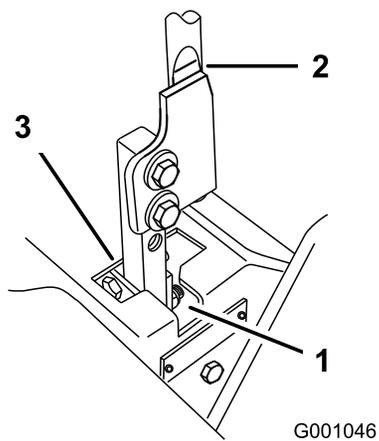

Bild 93
5. Schieben Sie den Hebel in die Neutral-Stellung (nicht arretiert) (Bild 93).
6. Ziehen Sie den Hebel zurück, bis der Lastösenbolzen (am Arm unter der Gelenkwelle) das Schlitzende berührt (und soeben Druck auf die Feder ausübt), wie in Bild 93 abgebildet.
7. Prüfen Sie, an welcher Stelle der Fahrtriebshebel relativ zur Kerbe im Armaturenbrett ist (Bild 93).